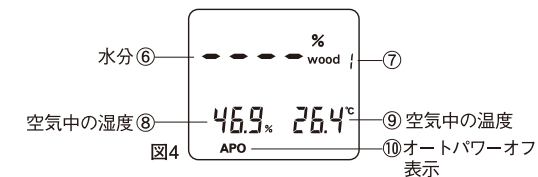

図4
※オートパワーオフ機能を"ON"に設定した場合測定モード中に図4の⑩のように"APO"とオートパワーオフ表示がされます。